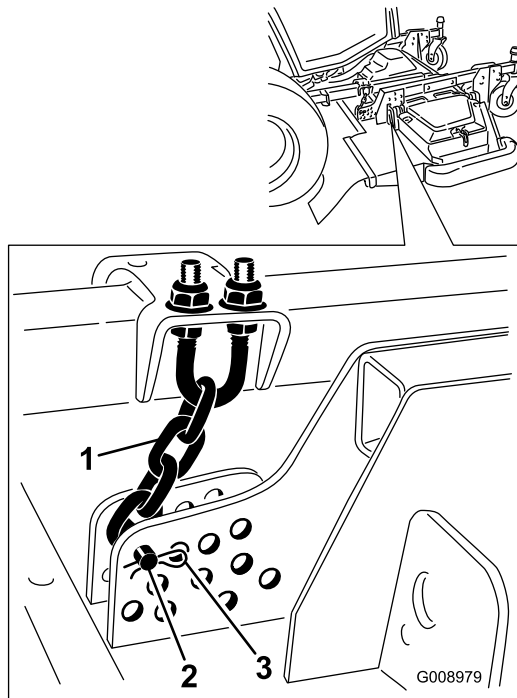

Figure 20
9. Enlevez la goupille fendue et l'axe de chape qui fixent les chaînes de hauteur de coupe à l'arrière de l'unité de coupe (Figure 20).